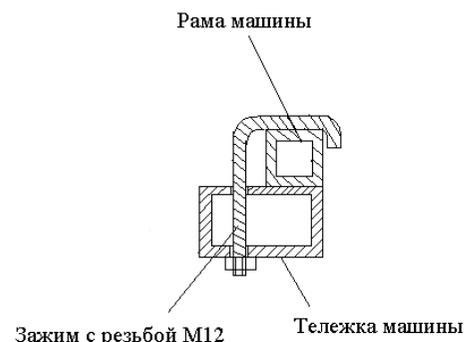

Рис. 13 Крепление рамы машины на раму тележки
- установите машину на тележку машины 39 при помощи зажима (рис. 13)
- установите ПСМ на тележку 39 и зафиксируйте при помощи зажима М12 в количестве 6 шт. (см.рис.13);